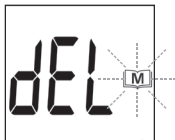

Figura 16
Si desea borrar TODA la memoria, mantenga presionado el botón principal "M" durante cuatro (4) segundos. Ver figura 16.